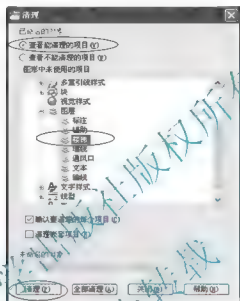

图 4.97 【清理】对话框
① 选择菜单栏中的【文件】|【绘图实用程序】|【清理】命令, 打开【清理】对话框并展开【图层】列表, 如图 4.97 所示。